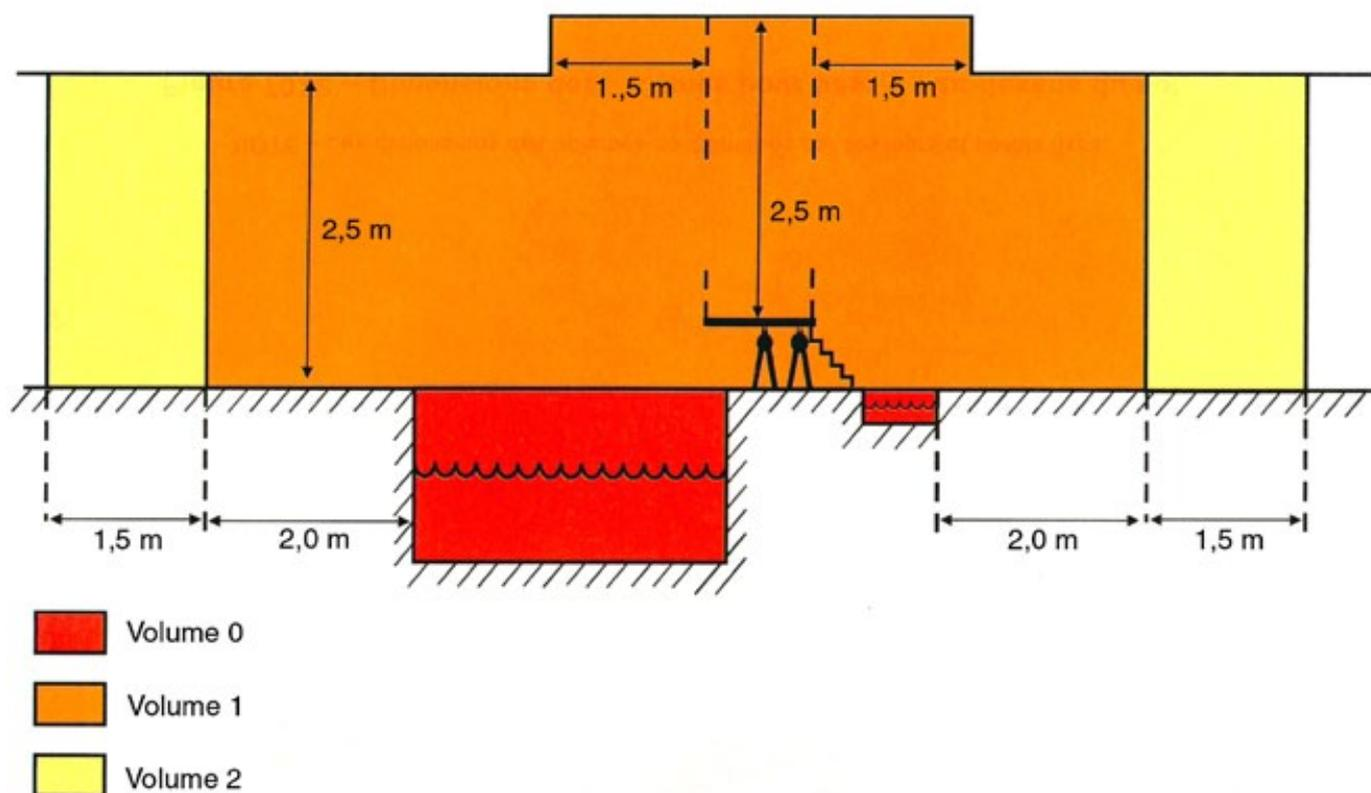

Figure 1 - Dimensions des volumes pour bassins de piscines et pédiluves et parois fixes.
- soit en dehors des volumes 0, 1 et 2 (voir figures 1 à 4 pages suivantes).
- either outside volumes 0, 1 and 2 (see figures 1 to 4 on the following pages).